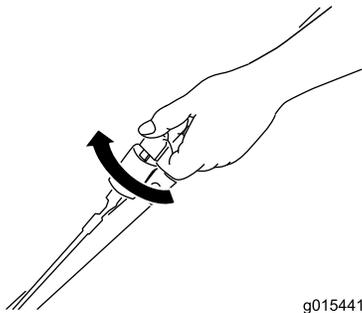
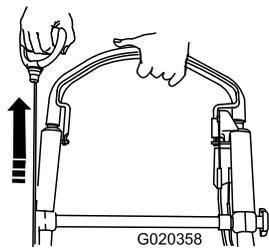

Figura 18
Figura 19
2. Gire la llave de contacto (Figura 18) o tire del arrancador de retroceso (Figura 19).